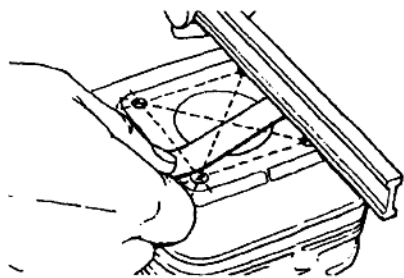

图 1-5 检测气缸体端面变形情况
(4)气缸体端面变形的检修方法:如图 1-5 所示,用直尺靠在气缸体端面上,然后用塞尺测量直尺与气缸体端面间的间隙,且要多测几个点的间隙。若测量值大于使用极限值,则应研磨气缸体端面,其方法参见气缸盖端面变形的检修方法。若气缸体端面变形值过大,采用上述研磨方法修理将会使燃烧室容积变小而使压缩比增大,引起发动机爆震,应更换气缸体。